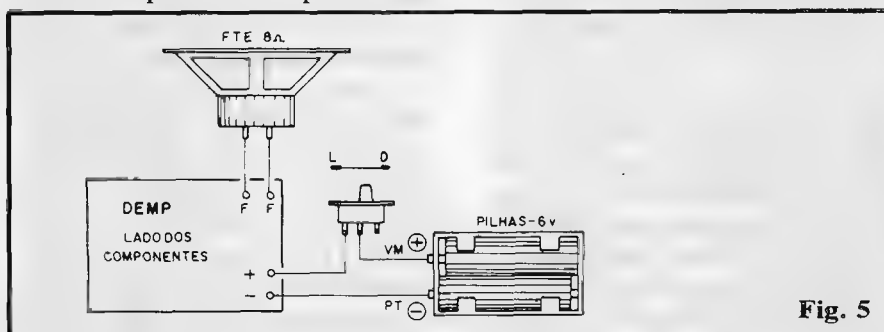

Fig. 5
- FIG. 5 - Conforme já mencionado, as únicas conexões externas ao Circuito Impresso referem-se à ligação do pequeno alto-falante e da alimentação. Quanto a esta, lembrar sempre dos códigos universais de cores, com fio **vermelho** para o **positivo** e fio **preto** para o **negativo**. A chavinha interruptora, como é convencional, fica intercalada no fio do **positivo** da alimentação. Observem ainda que os comprimentos dos fios externos deve ser condicionado pela própria instalação do conjunto no **container** final... Não convém deixar os fios **muito longos** (isso, além de "feio", termina por gerar problemas mecânicos e elétricos...), porém, obviamente, estes devem ter as dimensões mínimas necessárias para uma confortável acomodação na caixa... Bom senso e planejamento não fazem mal nenhum...